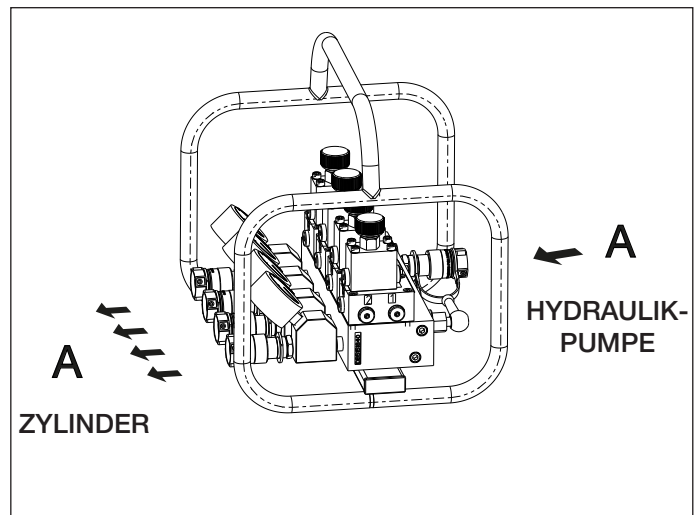

Abbildung 2, Anschlussschema für Verteiler SFM41
Siehe Abbildung 2.
- Zylinder ausfahren: Wählen Sie mit dem Drehknopf jedes Durchflussregelventils das gewünschte Fördervolumen pro Ausgang. Stellen Sie das Druckbegrenzungsventil an der Haupthydraulikpumpe auf 100 - 200 bar [1.500 - 2.900 psi] höher als den Betriebsdruck der Zylinder ein. Betätigen Sie die Hydraulikpumpe und das Wegeventil so, dass das Fördervolumen mit kontrollierter Geschwindigkeit von der Hydraulikpumpe zum Eingang „P“ des Verteilers mit Ausgängen für geteilten Förderstrom geleitet wird. Stellen Sie sicher, dass das Absenkenventil vor dem Betrieb manuell im Uhrzeigersinn geschlossen wird. Das Fördervolumen wird von Ausgang „A“ zum Ausfahr-Anschluss des Zylinders geleitet, um den Kolben auszufahren (siehe Abbildung 2).